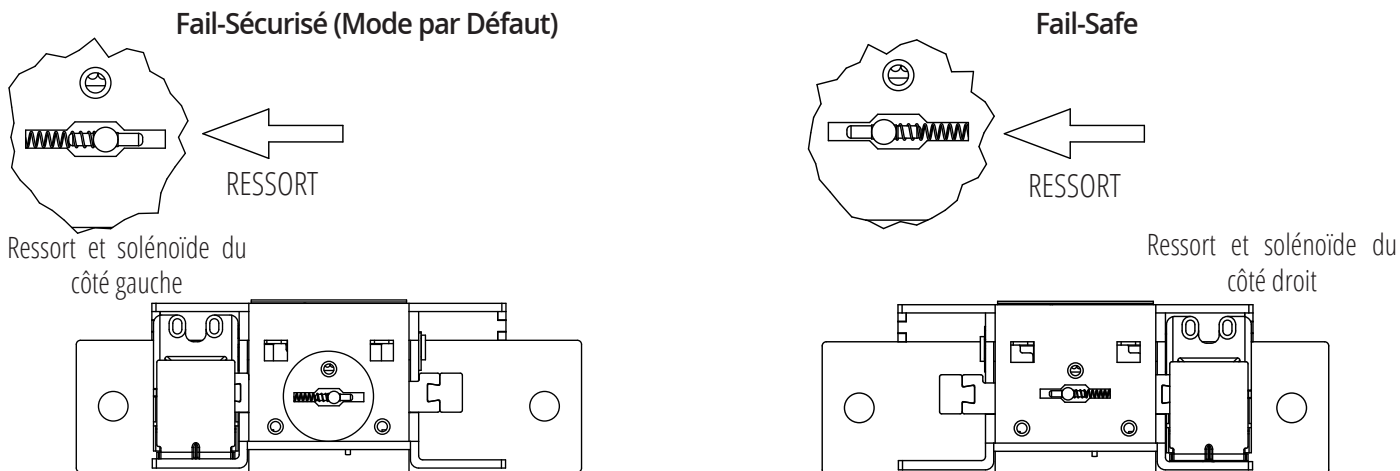

Figure 6.2
- Retirez le petit ressort, déplacez le curseur de l'autre côté et réinsérez le ressort. Par défaut, le ressort doit être placé du côté gauche (mode échec et sécurité) (voir figure 6.2).